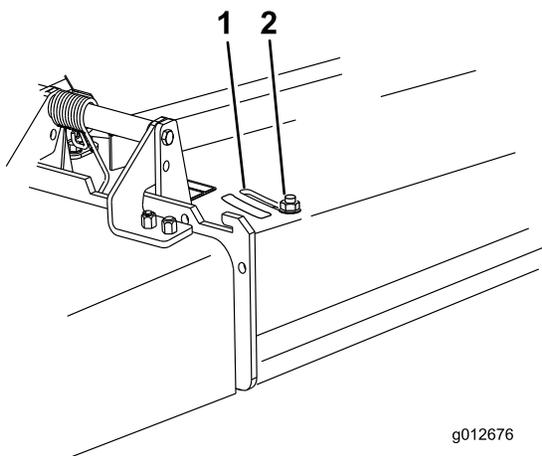

Figura 18
3. Para ajustar el deflector, afloje la tuerca (Figura 18).